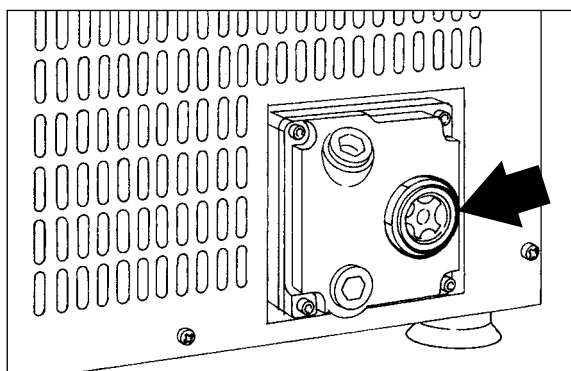

Fig. 1
Rückseitig ist auch der Anschluss an die Gasflaschen (Option) angeordnet **(Abb. 1)**
- Überprüfen Sie den vorschriftsmäßigen Ölstand der Pumpe über das Schauglas (**Abb. 1**). Befolgen Sie bei unzureichendem Füllstand die Anweisungen im Kapitel "ÖLWECHSEL DER PUMPE".